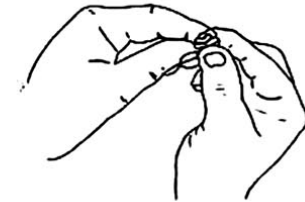

Fig.25
5. Secouer le filtre et enlever le surplus de graisse. (Fig.25).